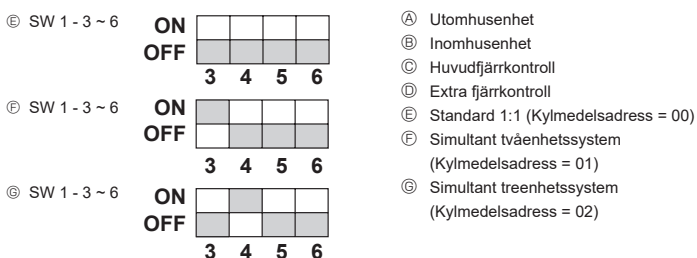

Fig. 9-1
- ① Koppla in spänningen (överspänningsskydd).
- ② När stoppventilen för vätska stängts, placera SWP-omkopplaren på utomhusenhetens kontrollkort i läge ON (till). Kompressorn (utomhusenheten) och fläktarna (inomhus- och utomhusenheterna) startar och återvinningen av köldmedel påbörjas. LED1 och LED2 på utomhusenhetens kontrollkort tänds.
9. Systemkontroll (Fig. 9-1)